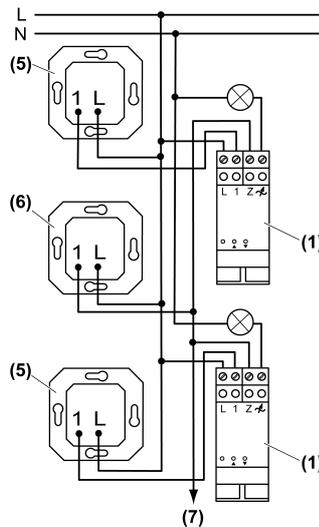

Figura 3: Schema di collegamento del regolatore esterno centrale
- i** Come regolatore esterno centrale (6) può essere utilizzato solo un modulo di regolatori esterni a 2 fili (Vedi capitolo 6.3. Accessori).
- Collegare il variatore di luce (1) i regolatori esterni locali (5) e il regolatore esterno centrale (6) come da schema di collegamento (figura 3).
- In via opzionale, collegare il regolatore esterno centrale ad altri variatori di luce o ad altri regolatori esterni centrali (7) (figura 3).